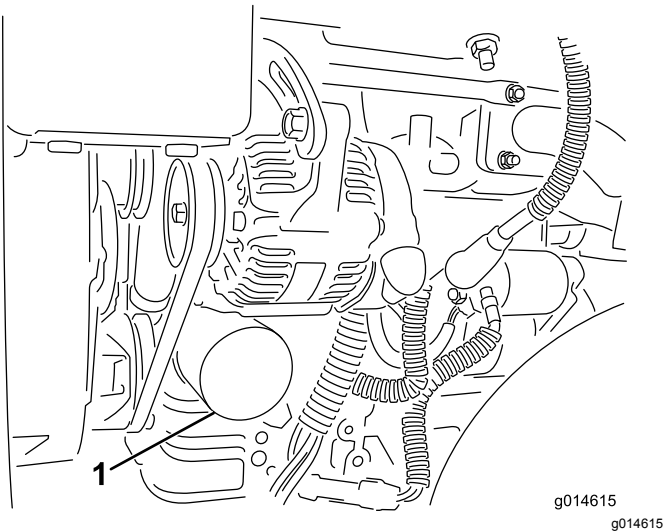

Рисунок 41
2. Извлеките масляный фильтр (Рисунок 41). Нанесите тонкий слой чистого масла на новую прокладку фильтра.